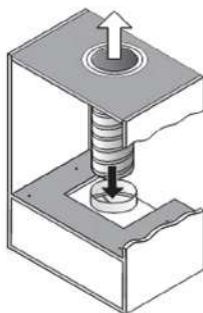

Рис. 6
- закрепить короткий воздуховод и вывести другой его конец в проем сделанный в верхней части шкафа и зафиксировать (Рис. 6).